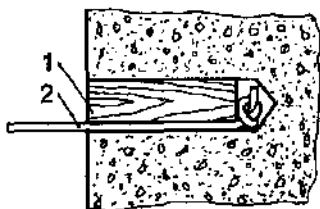

Рис. 127. Крепление к стене: 1 — деревянная пробка; 2 — леска
**Крепление лески к стене.** Леску или специальный шнур, например, для сушки белья, можно закрепить в отверстии с помощью деревянной пробки (рис. 127). Диаметр деревянной пробки должен быть немного больше диаметра отверстия.